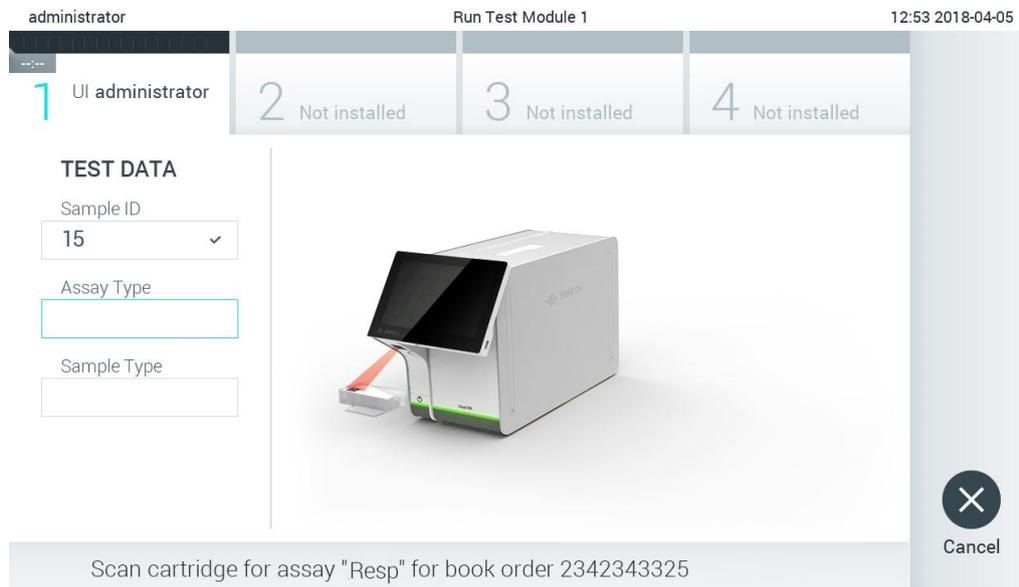

Figura 77. Digitalização do código de barras do cartucho de ensaio QIAstat-Dx.
- Quando o pedido de teste tiver sido recebido de forma bem-sucedida do anfitrião, é apresentada a mensagem "Scan cartridge for assay <assay_name> and book order <order_number>" (Digitalizar cartucho para o ensaio <assay_name> e pedido de agendamento <order_number>). Digitalize o código de barras do cartucho de ensaio QIAstat-Dx especificado (Figura 77).